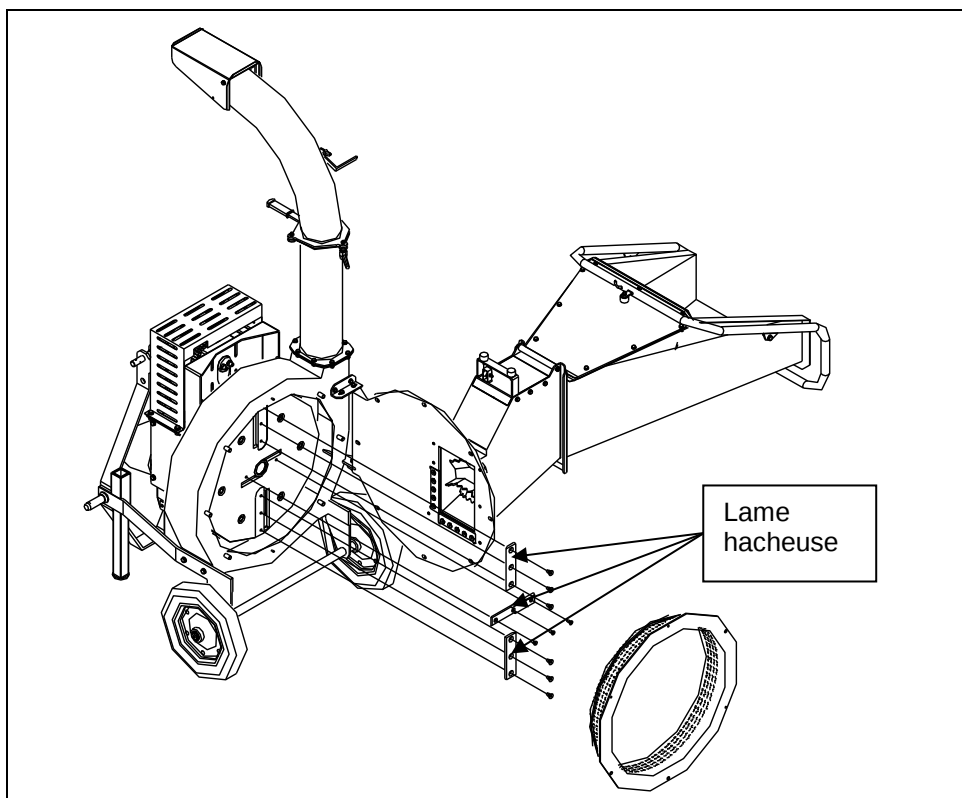

Fig. 17
- Ouvrir la trémie de chargement en dévissant les écrous de blocage (fig. 17).